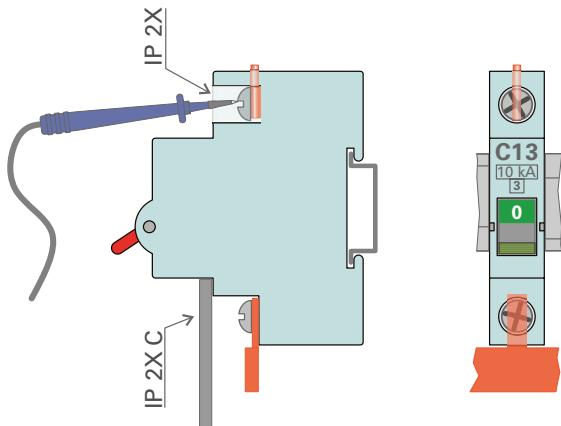

Figura 3: Misurare
**Metodo di lavoro 1:** l'impianto si trova in uno stato privo di tensione e viene disinserito prima dell'inizio dei lavori, secondo le 5+5 regole di sicurezza. Questo metodo di lavoro è la forma più sicura per svolgerlo. Se nel punto di intervento è soddisfatto il grado di protezione IP 2X e non sussiste nessun altro pericolo, la misurazione viene considerata come una componente integrante del metodo di lavoro 1 (si veda la Figura 3).